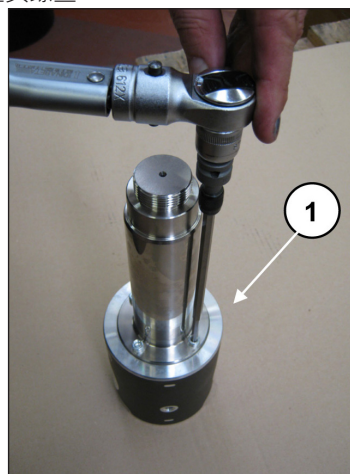

图 43
要将杆与活塞导承分开，必须使用专用扳手(位置①, 图 43)拧松M6圆柱头螺丝。